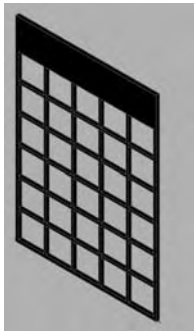

Fig.20.14
- 7 Effectuez une opération booléenne de soustraction entre le cadre extérieur et les volumes intérieurs (fig.20.14).